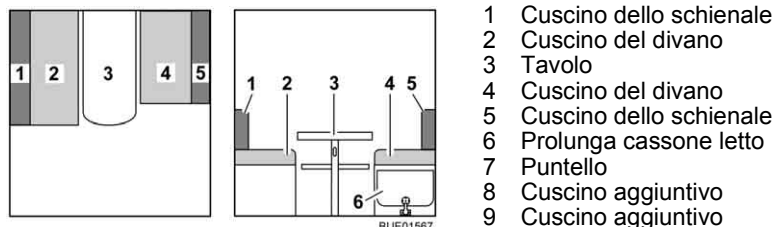

Fig. 95 Prima della trasformazione
- Trasformare il tavolo (Fig. 95,3) in struttura di supporto letto (vedi paragrafo 6.12).
- Sbloccare la prolunga del cassone letto (Fig. 95,6) e ribaltarla verso l'alto.